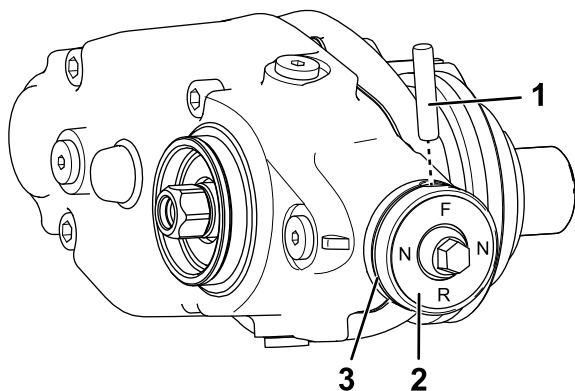

Figura 15
- Rimuovete l'O-ring dalla manopola della frizione (Figura 15).
- Rimuovete il perno di sicurezza che fissa la manopola della frizione all'albero dell'attuatore (Figura 15).
- D. Montate la manopola della frizione all'albero dell'attuatore con il perno di sicurezza (Figura 15).